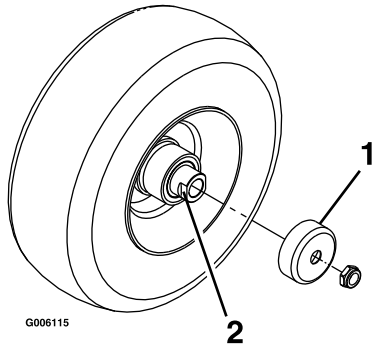

Figura 33
4. Retire los protectores de los retenes del buje de la rueda (Figura 33).